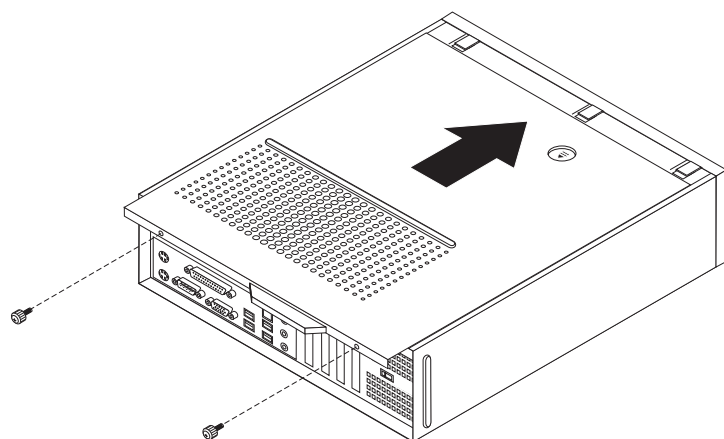

図 43. コンピューター・カバーの取り付け
5. コンピューターのカバーを元の位置に戻し、電源コードを接続します。41 ページの図 43 を参照してください。